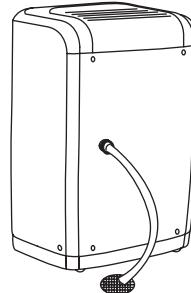

fig. 4
6. Coloque a ponta da mangueira no ponto de escoamento. (fig.4)